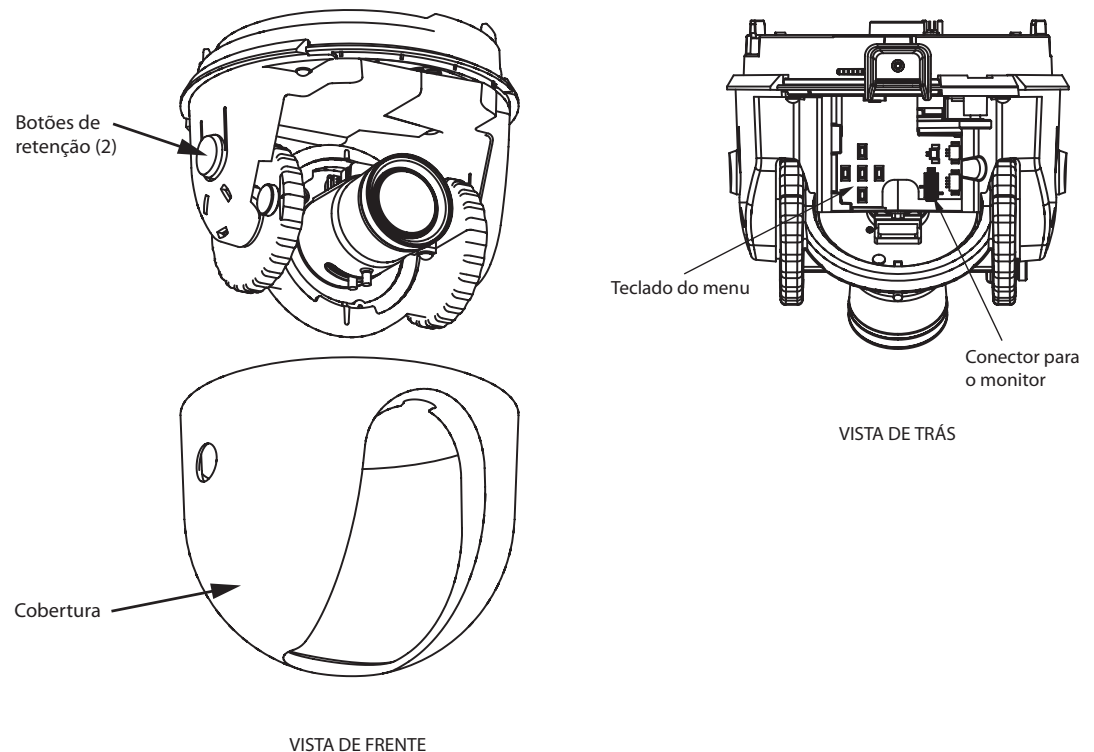

Fig. 2.1 Módulo de câmara da série 100
2. Mantenha premidos os dois botões de retenção em cada um dos lados do módulo da câmara e retire a cobertura. Ver *Fig. 2.1: Módulo de câmara da série 100* abaixo.